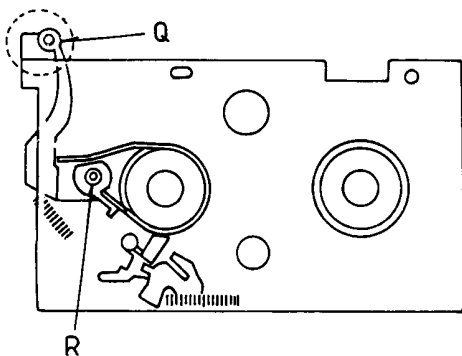

Fig. 16
- Exzenter "R" der Bandschneidvorrichtung mit dem Sechskantstiftschlüssel so einstellen, daß der Bandzugbolzen "Q" gerade die Referenzplatte berührt (Fig. 16).
- Referenzplatte entfernen und Capstanrotor (133) solange entgegen dem Uhrzeigersinn drehen, bis ausgefädelt ist.
- Use the hex head wrench and adjust the eccentric "R" of the tension band unit so that the tension post "Q" just touches the tension post adjustment plate (Fig. 16).
- Remove the tension post adjustment plate and turn the capstan rotor (133) counter-clockwise until the tape is unloaded.